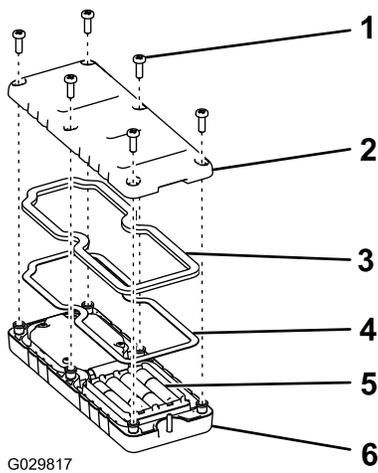

図 6
2. 新しい電池を入れる 向きに注意すること 図 6。
3. スチール製のガスケットとゴム製のシールをリモートの溝にきちんとはめ、バックカバーを取り付ける (図 6)。
4. ねじ6本を使ってカバーを固定し 図 6、各ねじを 1.5-1.7 N·m 0.15-0.17 kg·m = 13-15 in·lb にトルク締めする。